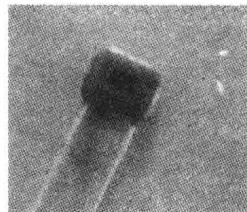

图 1-14 云母电容
(2) 云母电容：以云母片作介质的电容器，性能优良、高稳定、高精密，外形如图 1-14 所示。